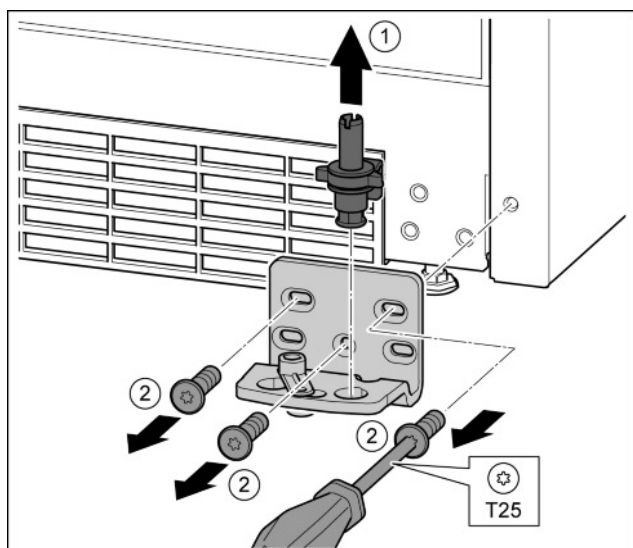

Fig. 10
- u Sortir complètement par le haut l'axe de palier. Fig. 10 (1)
- u Desserrer les vis avec le tournevis T25 et enlever le support de palier. Fig. 10 (2)